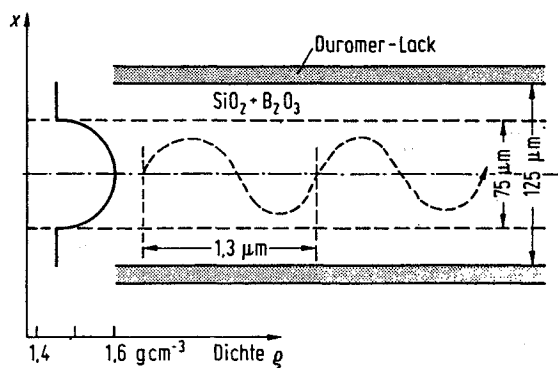

Bild A 7.3
5. Die Lichtleitung im Glasfaserstrang basiert auf Totalreflexion. Dazu muß im Strang ein Dichtegradient aufgebaut werden, der durch Eindiffundieren von z.B. Germaniumdioxid in Siliziumdioxid erreicht wird. Bild A 7.3 zeigt den Aufbau eines Glasfaserstranges.